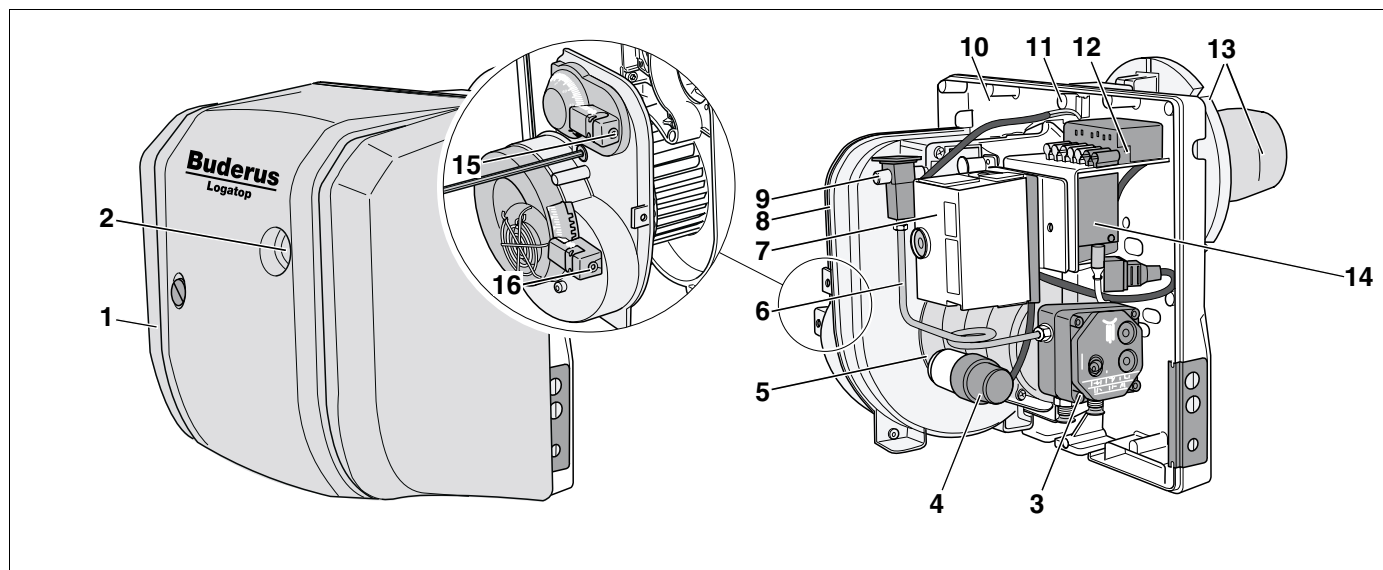

Рис. 1 Горелка Logatop LE-A 1.0 и 2.0 (с кожухом и без него)
- Кожух горелки (рис. 1, поз. 1)
- Кнопка подавления помех с лампочкой сигнализации о неисправности (рис. 1, поз. 2)
- Топливный насос с электромагнитным клапаном (рис. 1, поз. 3)
- Конденсатор мотора (рис. 1, поз. 4)
- Мотор горелки (рис. 1, поз. 5)
- Нагнетательный топливопровод (рис. 1, поз. 6)
- Автомат горения дизельного топлива (рис. 1, поз. 7)
- Корпус вентилятора (рис. 1, поз. 8)
- Регулировочный винт распределительного диска (рис. 1, поз. 9)
- Монтажная плита (рис. 1, поз. 10)
- Сервисный винт (рис. 1, поз. 11)
- Гнездо соединительного разъема (рис. 1, поз. 12)
- Фланец и труба горелки (рис. 1, поз. 13)
- Блок зажигания с кабелем для розжига (рис. 1, поз. 14)
- Регулировочный винт воздушной настройки (рис. 1, поз. 15)
- Регулировочный винт выхода воздуха (рис. 1, поз. 16)
Горелка (рис. 1) имеет штекерное соединение с системой управления (семиполюсный штекер).